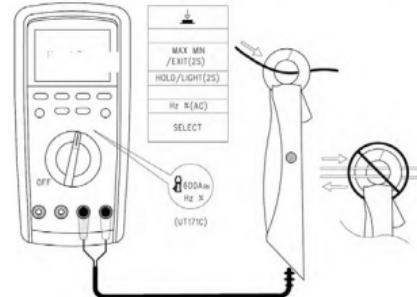

図 11
9.60A/600A 外接電流キャリパー測定（図 11 のよう）
RANGE キーを押して 60A/600A 測定レンジを切り替えます、SELECT を押して交流直流電流キャリパー測定（図 11 のよう）を選択し、付属部品に配置する電流キャリパーを用いて図によって接続して測定します。